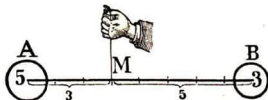

Abb. 58
**Weiteres Beispiel:** Man soll eine Stange heben (Abb. 58), an deren Enden sich zwei schwere Kugeln von 3 bzw. 5 kg Gewicht befinden. Man braucht eine
In Abb. 58 muß man also den Abstand  $AB$  in  $(5 + 3) = 8$  gleiche Zeile zerlegen. Der Last 3 gehören dann 5, der Last 5 gehören 3 Teile zu. (Die Stange sei gewichtslos gedacht.)